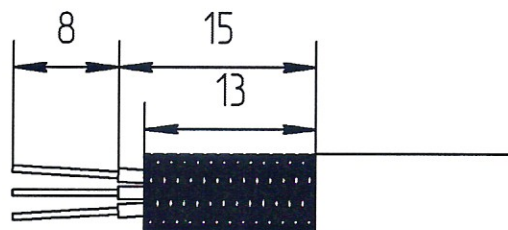

Рисунок 24 – Зачистка кабеля
9.2 Зачистить кабель (рис. 24). Длина зачистки проводов по таблице 1.